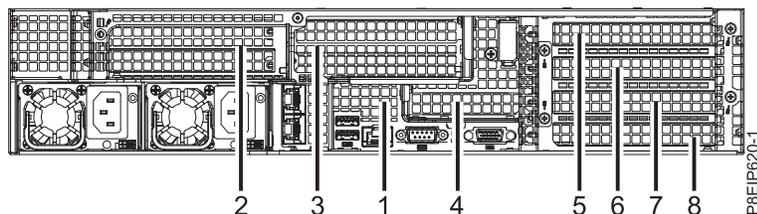

図 48. 8001-22C PCIe アダプターの位置
2. アダプターは、他のアダプターと PCIe ライザーを共有できます。図 48を参照してください。